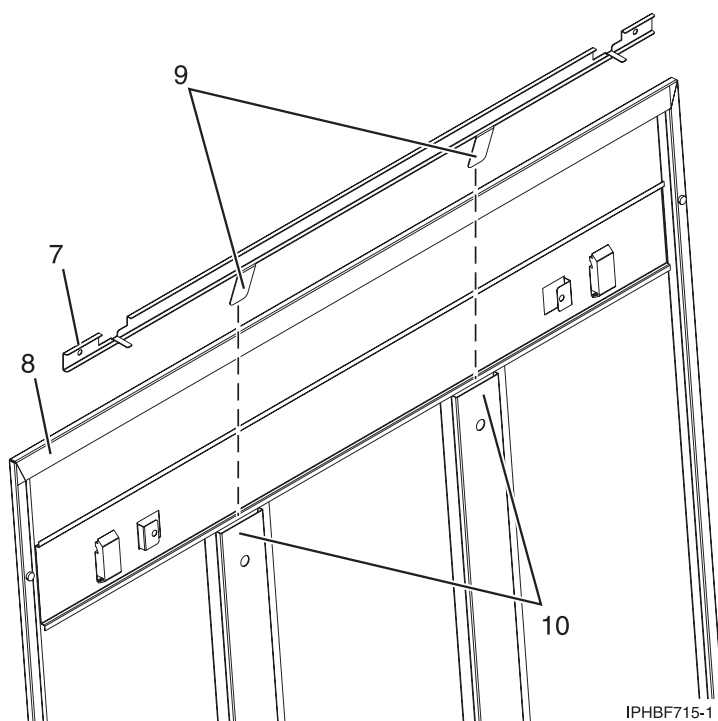

Figura 55. Instal·lació d'una barra corredissa de seguretat
- b. Assegureu-vos que el costat pla de la guia de la barra corredissa (7) de la Figura 55, estigui orientada a la part interior del panell de la coberta (8). Inserir els dos taps (9) a la guia de la barra corredissa dels dos canals de suport vertical (10) al panell de la coberta lateral.